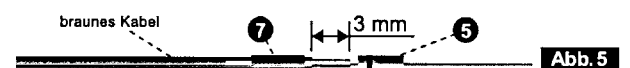

Abb. 5
- An seinem freien Ende erhält das braune Kabel noch die Diode angelötet. Achtung: Der Markierungsring der Diode muß zum Kabel zeigen. Die Lötstelle wird mit dem schwarzen Schrumpfschlauch (7) isoliert. (Abb. 5)